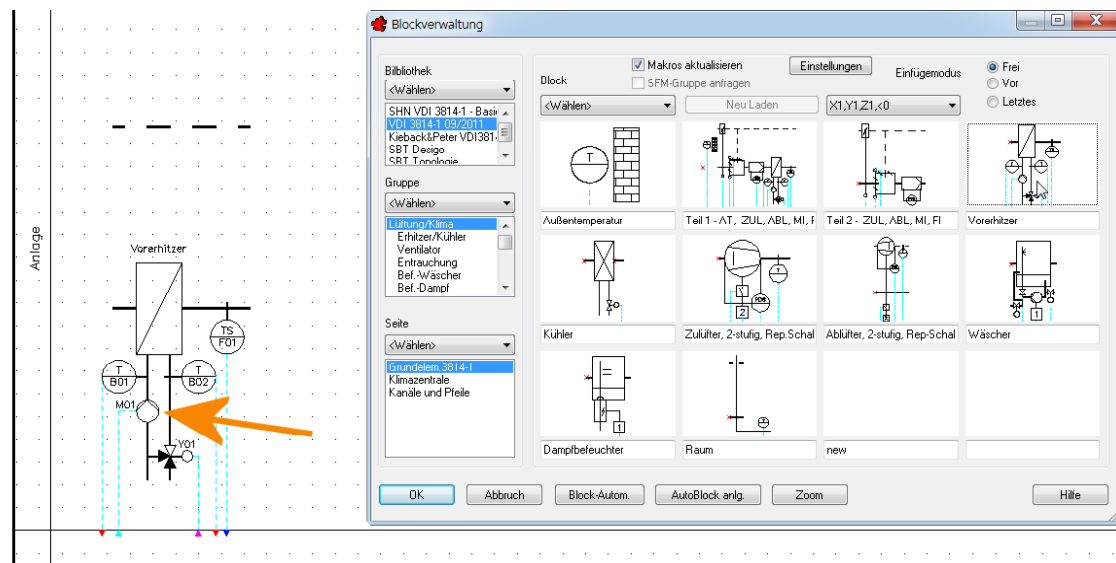

Bild 24.19 – Einfügen des Vorwärmers ins Automationsschema
- Öffnen Sie die *Blockverwaltung* aus dem Menü *TRIC*. Führen Sie einen Doppelklick auf das Bild des *Vorwärmers* aus, so können Sie diesen im Blockmodus in die Zeichnung einfügen (Abb. 24.19).
- Führen Sie einen Doppelklick auf das betreffende Gerät im Automationsschema aus, hier die Pumpe *M01* des Vorerhitzers (vgl. Abb. 24.19, Pfeil). Das Dialogfeld *Bearbeiten* erscheint.
- Führen Sie einen Doppelklick auf das betreffende Gerät – hier die Pumpe *M01* des Vorerhitzers – aus (vgl. Abb. 24.19, Pfeil). Das Dialogfeld *Bearbeiten* erscheint.
- führen Sie einen Doppelklick auf das betreffende Gerät – im Beispiel die Pumpe *M01* des Vorerhitzers – aus (vgl. Abb. 24.19, Pfeil). Das Dialogfeld *Bearbeiten* erscheint.